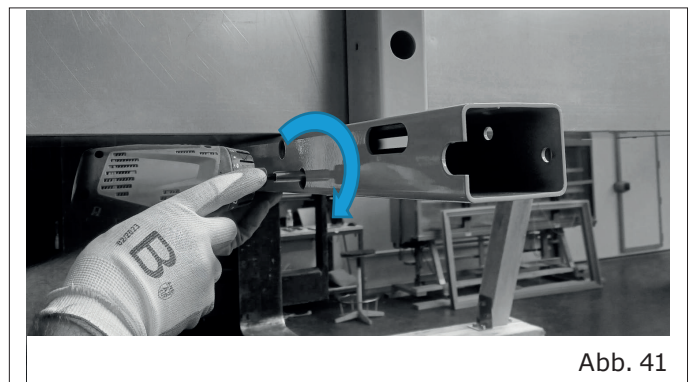
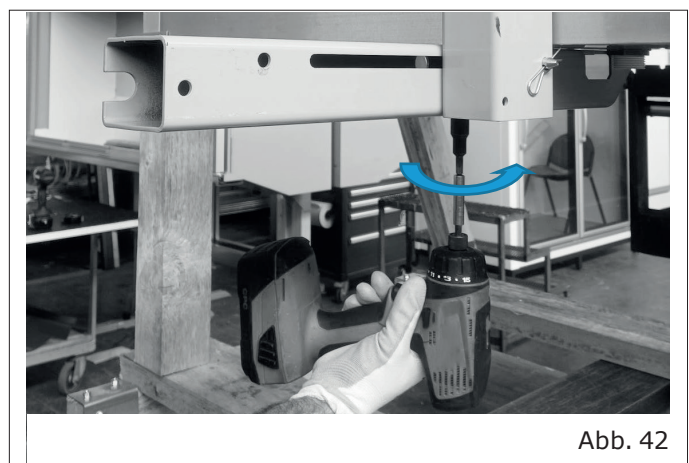
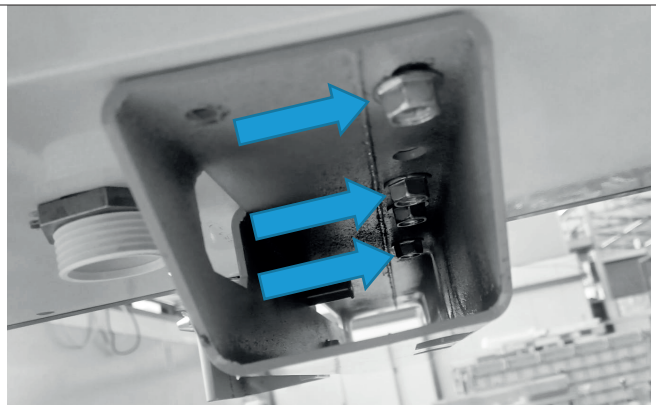

Abb. 41
Abb. 42
Abb. 43
- Den Längsträger am vertikalen Pfosten befestigen und dabei auf gleicher Höhe mit dem Boden des Kühlmöbels ausrichten ("Abb. 41") und ihn anschließend unter der Wanne des Kühlmöbels befestigen ("Abb. 42" und "Abb. 43", "S. 30").